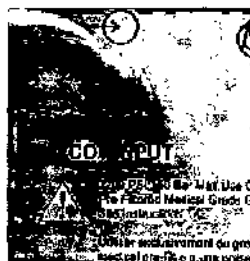

Figura 9.5
- Retire la tapa del puerto de entrada de CO_2 , en la parte posterior del insuflador. Afiance el otro extremo de la manguera de alta-presión en el puerto de entrada de CO_2 , en la parte posterior de la unidad, utilizando una llave ajustable de $\frac{9}{16}$ de pulgada (Figura 9.5).